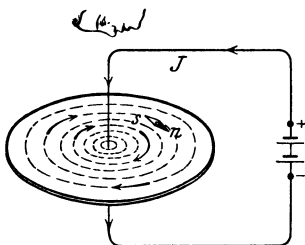
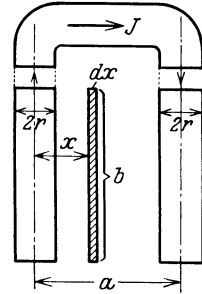

Abb. 46. Kraftlinien eines stromdurchflossenen Leiters.
Abb. 49.
Regel II: Blickt man in der Richtung des Stromes auf den Draht, so verlaufen die Kraftlinien rechts herum (Abb. 46), d. h. kleine Magneten stellen sich senkrecht zum Draht in die Richtung der Pfeile ein. Man spricht im Sinne des Uhrzeigers.
Richtung fließt, z. B. in einer Seite eines rechteckigen Rahmens. Ist anstatt des Bündels nur ein Draht, der vom Strome  $J$  durchflossen wird, vorhanden (Abb. 46), so ist die Wirkung die gleiche, wenn  $J = iv$  Ampere ist. Wir erhalten somit für die Feldstärke im Abstände  $r$
1 Die Kraftlinien eines geradlinigen vom Strome durchflossenen Drahtes sind nach Abb. 46 konzentrische Kreise, deren magnetische Induktion nach Gl 21 im Abstände  $x$  von der Drahtmitte  $\mathfrak{B} = \mu \frac{J}{2\pi x}$  ist. Die schraffierte unendlich kleine Fläche „ $b dx$ “ wird also von der Kraftlinienzahl  $d\Phi = \mathfrak{B} b dx$  senkrecht zur Papierebene durchsetzt, mithin das ganze Rechteck mit den Seiten  $a$  und  $b$  vom Induktionsfluß
**Lösung:** Die Feldlinien, die durch das Rechteck  $ab$  senkrecht zur Papierebene gehen, sind nach Abb. 46 konzentrische Kreise um den Draht, gehen also auch durch den Ring. Die Feldstärke in der Mittellinie des Rechtecks, also im Abstände  $x = 5 + 1 = 6$  cm ist
131. Zwei parallele (sehr lange) Drähte haben je einen Durchmesser  $2r = 6$  mm und sind im Abstände  $a = 25$  cm voneinander zu einer Leitung verlegt, durch die ein Strom von  $J = 100$  A fließt. Wieviel Kraftlinien entstehen zwischen den beiden Drähten auf einer Länge von  $b = 10$  m, und wie groß ist die mittlere Induktion zwischen den beiden Drähten? (Abb. 49).
Die mittlere Induktion in der Fläche  $F = (a - 2r) b$  (Abb. 49) ist
1 Für den linken Leiter in Abb. 49 ist die Feldstärke im Abstände  $x$  (Gl 20)  $\mathfrak{H} = J : 2\pi x$ , wo  $x \geq r$  sein muß, und die Induktion  $\mathfrak{B} = \mu \mathfrak{H} = \mu(J : 2\pi x)$ . Der Induktionsfluß im Rechteck  $b dx$ , der nach Abb. 46 senkrecht auf der Papierebene steht, ist also  $d\Phi = \mathfrak{B}(b dx) = \frac{\mu J}{2\pi x} b dx$ , oder der Induktionsfluß innerhalb der beiden Drähte, aber nur vom linken Draht herrührend